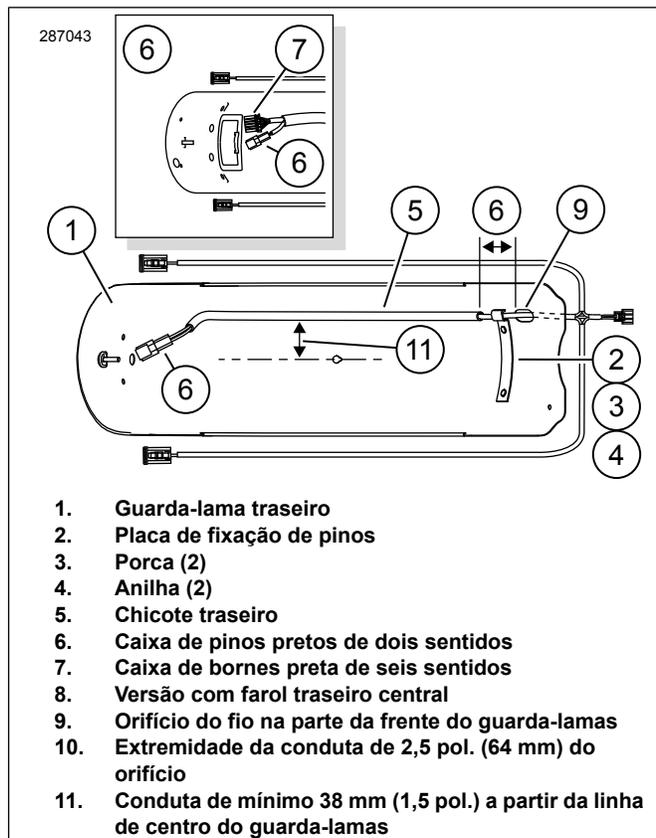

Figura 2. Instalar o Chicote do Guarda-lamas Traseiro
1. Ver a Figura 2. Conforme mostrado, limpar a parte inferior do guarda-lamas (1) ao longo do sentido de montagem do chicote, com uma mistura de 50% de álcool isopropílico e 50% de água destilada. Deixe secar completamente. Não utilizar solventes ou produtos químicos agressivos que danifiquem as superfícies pintadas.